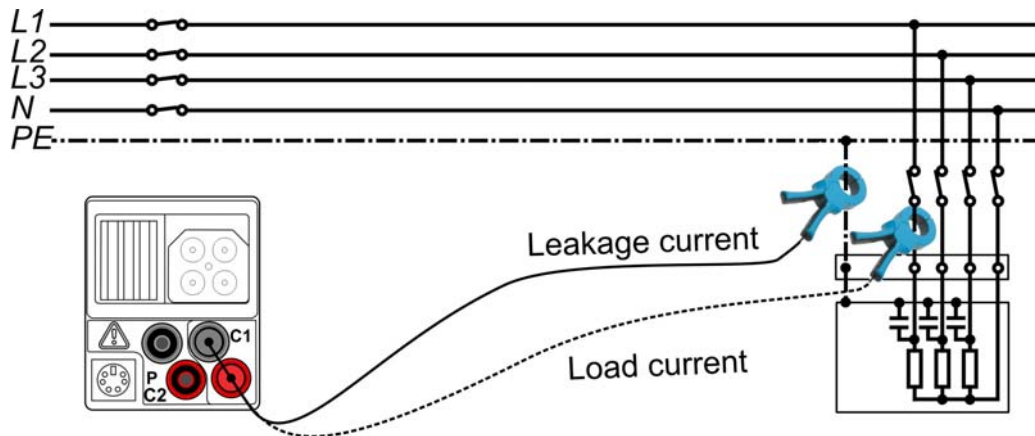

Abbildung 7.9: Ableitstrom- und Laststrommessungen
- ☐ **Schließen Sie** die Stromzangen an die Prüfstücke (siehe Abbildung 7.9).